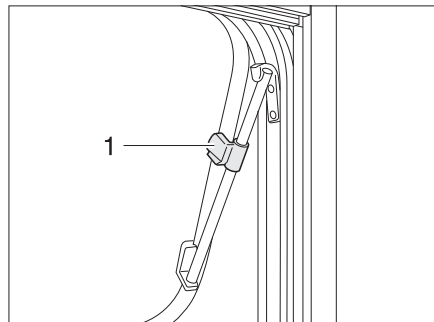

Fig. 67 Ventana abatible con soportes giratorios, abierta
- Abrir la ventana abatible hasta la posición deseada y fijarla con el mando moleteado (Fig. 67,1).
- Girar el mando moleteado (Fig. 67,1) hasta que se suelta el bloqueo.